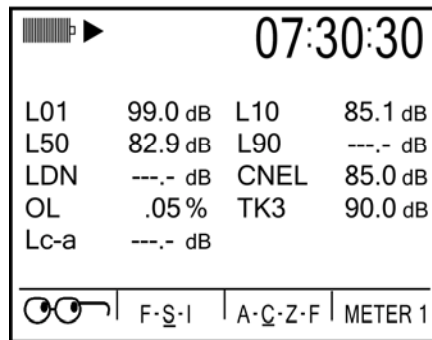

Bild 7-8: Anzeige Umweltlärm
Diese Anzeige zeigt die Ergebnisse von Messwerten, die allgemein mit Messungen des Umweltlärms verbunden werden. Ergebnisse liegen nur für die Messwerte vor, die in der laufenden Messung mit dem Messgerät 1 erfasst wurden (“Messwerte aktivieren” auf Seite 26). Ein Beispiel einer solchen Anzeige zeigt Bild 7-8.
- Überschreitungshäufigkeit (Ln) ~ Sie sehen in Bild 7-8 , dass alle Parameter angegeben werden, auch die, welche deaktiviert sind
- **Status der Aktivierung** ~ Wurde ein Messwert deaktiviert (auf "Aus" gestellt), so kommen Striche statt Zahlen, wie im Bild 7-8 für LDN und L90.